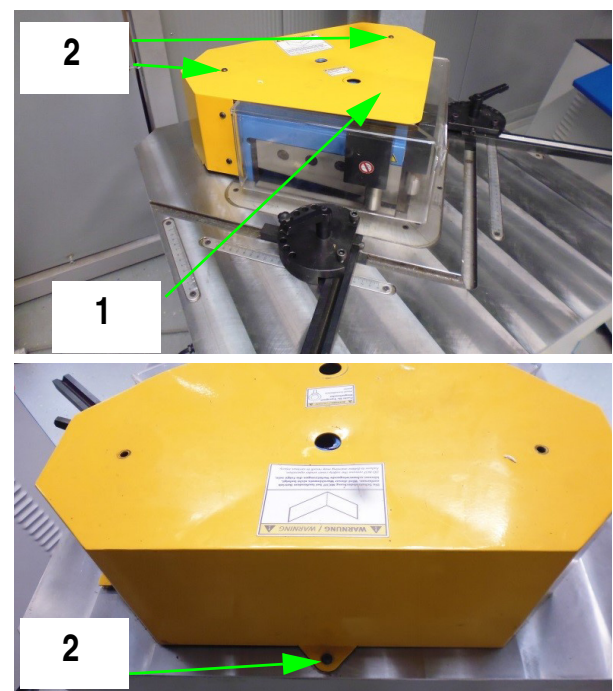

Abb. 15: Schutzabdeckung demontieren
Schritt 2: Um die Schutzabdeckung 1 zu entfernen, müssen Sie zunächst die drei Schrauben 2 herausdrehen (Abb. 15).
Schritt 15: Setzen Sie – falls keine weiteren Tätigkeiten im Bereich der Messer durchgeführt werden - die Schutzabdeckung 1 (Abb.15) wieder zurück und schrauben Sie sie fest.